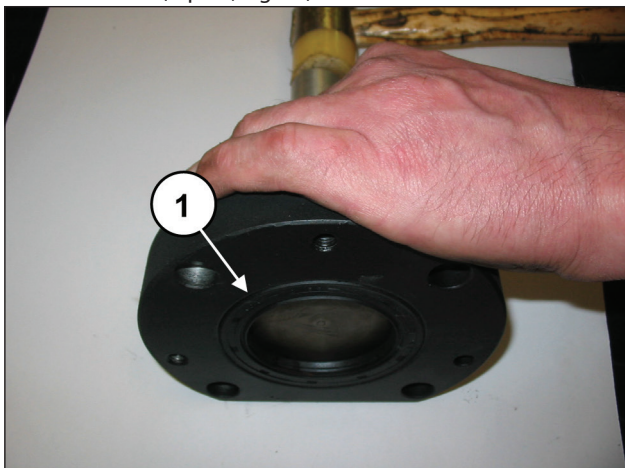
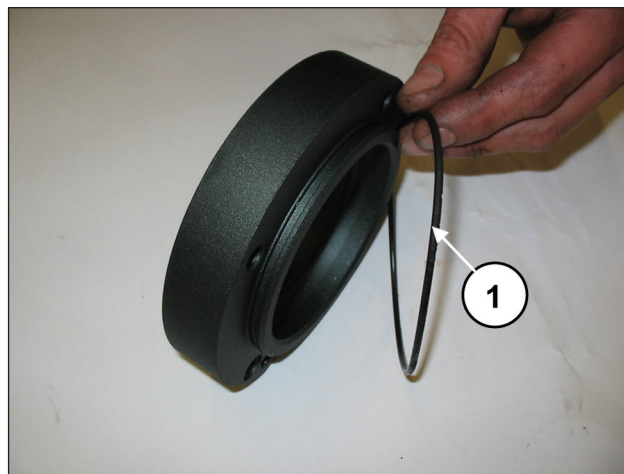
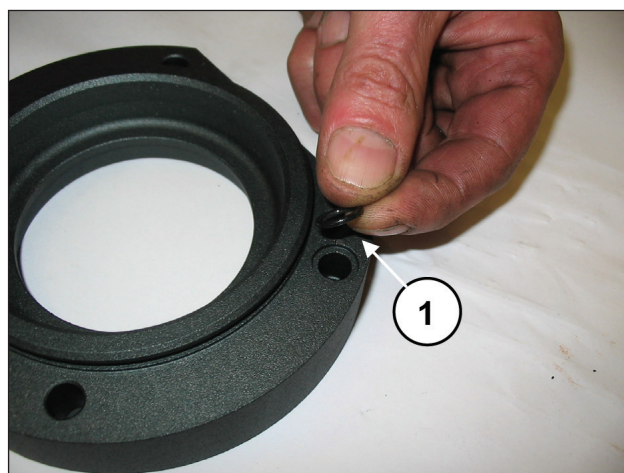

Fig. 29
Fig. 30
Fig. 31
Extraire le joint d'étanchéité radial (rep. ①, Fig. 29), le joint torique extérieur (rep. ①, Fig. 30) et le joint torique de l'orifice de lubrification (rep. ①, Fig. 31).